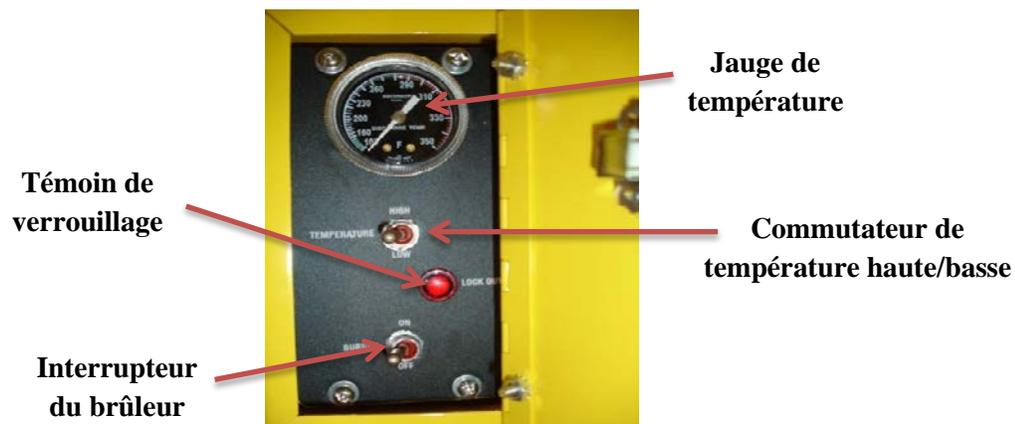

Figure 4-4. Commandes d'alimentation en carburant de l'appareil de chauffage
4.21 La jauge de température de l'air de décharge (*voir la figure 4-4*) est située dans la boîte des commandes. La jauge de température est un instrument à cadran qui indique la température réelle (+/- 10 °F) de l'air de décharge en degrés Fahrenheit. L'élément de détection de la jauge de température est monté dans le flux d'air de décharge (*voir la figure 4-5*).